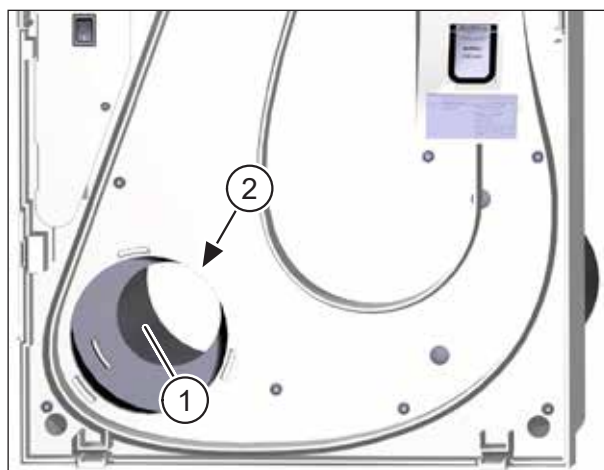

Fig. 8 : Vérifier l'état de propreté du tuyau d'air neuf et nettoyer le cas échéant
- ▶ Vérifiez l'état de propreté du tuyau d'air neuf (pos. 1 dans Fig. 8).
- ▶ Lors du nettoyage, veillez à ne pas endommager le capteur de température optionnel (pos. 2 dans Fig. 8).